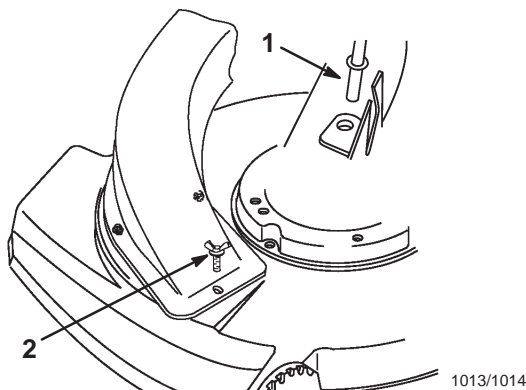

Figure 7
8. Insérer la tige de support de l'éjecteur dans le trou prévu du côté droit du plateau ou dans le support de mancheron de droite (Fig. 7).
10. Fixer l'éjecteur à l'aide de la vis papillon (Fig. 7).